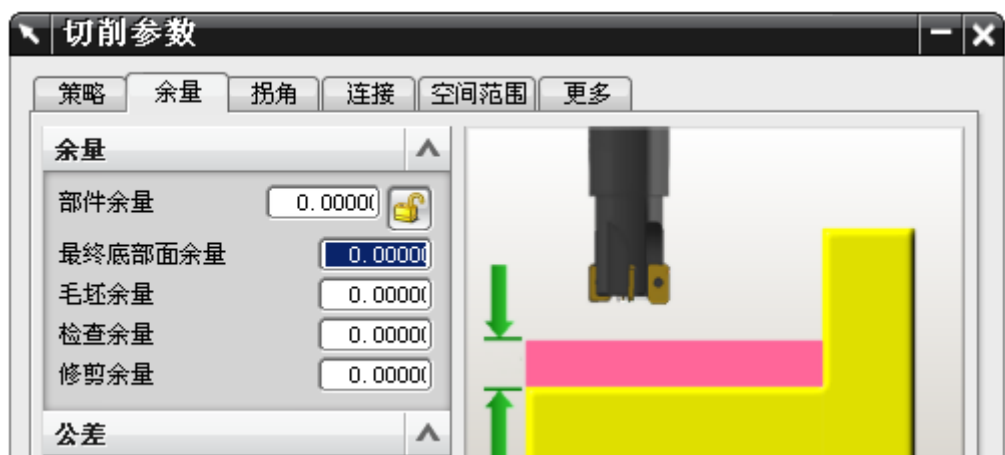

图 8-97
- 单击 , 设置如图 8-97 所示的切削参数, 单击 OK。